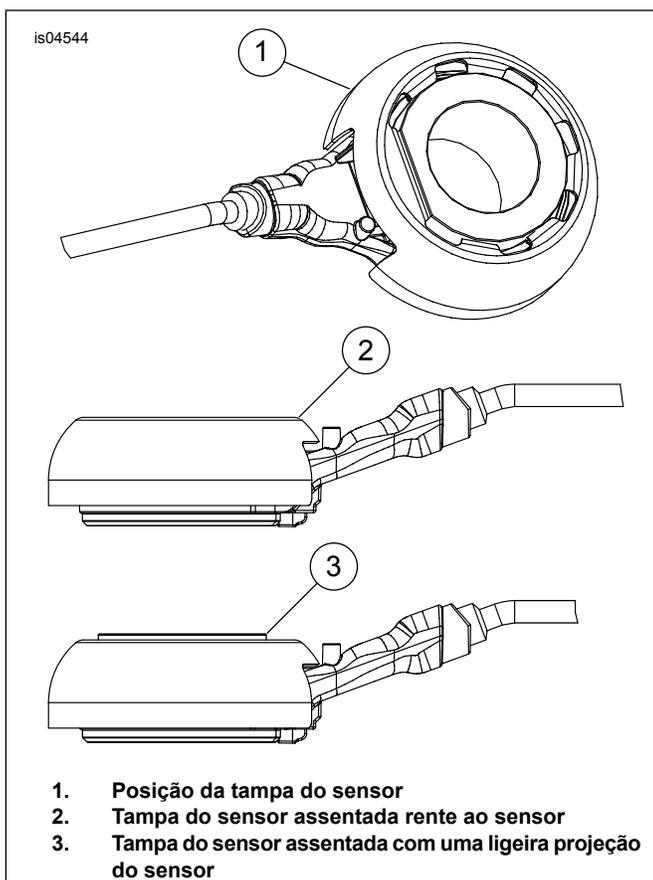

Figura 2. Tampa do sensor do ABS
1. Veja a Figura 2. Posicione a tampa do sensor do ABS (1) no sensor com a fenda alinhada à conexão do fio. Coloque um calço de madeira na tampa e, com um martelo macio, bata na tampa sobre o sensor até ficar rente ao sensor (2) ou assentada com uma ligeira projeção do sensor (3).
3. Aplique uma leve camada de lubrificante anti-engripante Permatex® no eixo (I).
4. Suportando a roda, insira a extremidade rosqueada do eixo através da perna direita do garfo. Empurre o eixo através do garfo, o novo espaçador externo estilo cogumelo (2) e o cubo da roda até que comece a sair do lado esquerdo.